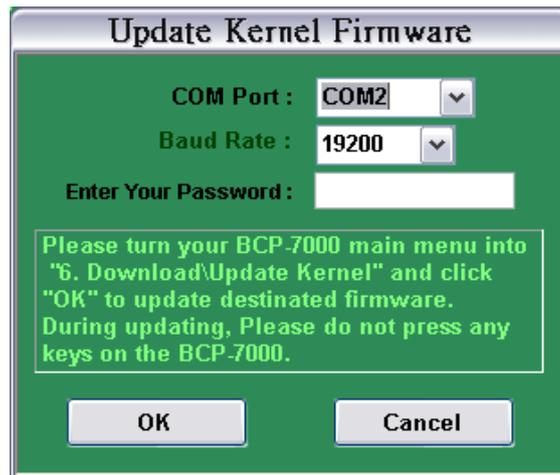

Figure 17
8. Update Kernel Firmware (mise a jour du système interne au terminal figure 17)